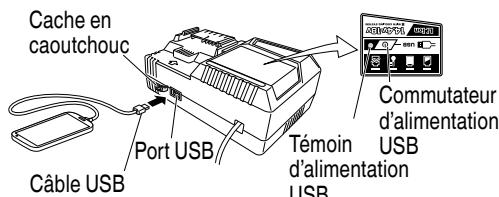

Fig. 13
**(2) Mettez le commutateur d'alimentation USB sur marche (Fig. 13)**
- (3) Connectez le câble USB. (Fig. 13)
- Mettez le commutateur d'alimentation USB sur arrêt et débranchez le câble d'alimentation de la prise électrique. (Fig. 13)